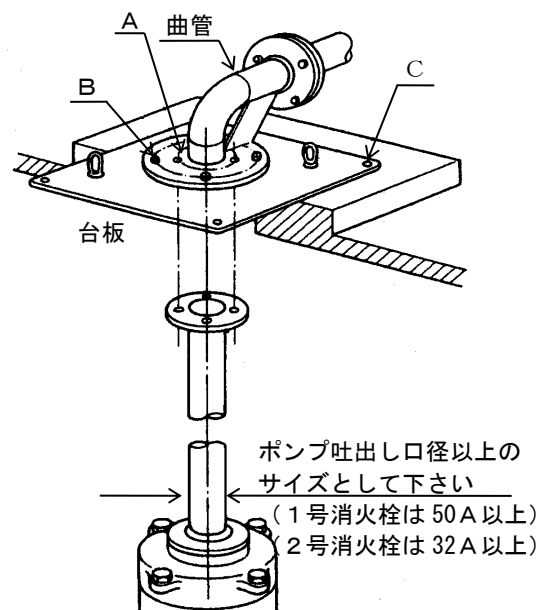

図 14
- (5) 吐出し配管の内、立ち上がり配管は、ポンプ吐出し配管と同一口径以上の配管を使用してください。ただし、1号消火栓用は 50mm 以上、2号消火栓用は 32mm 以上の配管を使用することができます。(図 14 参照)。
- (6) 吐出し配管に使用する逆止め弁は、流れ方向を表示したものを御使用ください。エバラ標準型逆止め弁は流れ方向表示付です。
- (7) 水撃(ウォーターハンマ)がおこる危険性のある場合は、急閉逆止め弁を設けるなどの対策を施してください。(エバラハンマーソフトチェック弁を用意しています。)
- (8) 吐出し配管に使用する仕切弁は、開閉位置及び開閉方向表示が付いたものを使用してください。エバラ標準仕切弁は、開閉位置及び開閉方向表示付きです。または、外ねじ式仕切弁を御使用ください。(外ねじ式仕切弁も用意しています。)
- (1) 図 14 のように、ポンプから立ちあがっている揚水管のフランジを、台板の下からねじ穴 A を用いて、ボルトで固定してください。
- (2) ボルト B は曲管を台板に固定しているもので、ゆるみがないか確認してください。
- (3) 台板の四隅の穴 C に、基礎ボルトを通して、ナットで固定してください。
- (4) 台板用基礎床面は、やや周囲より盛り上げ、ここから汚水や塵埃が水槽内に入らないようにします。